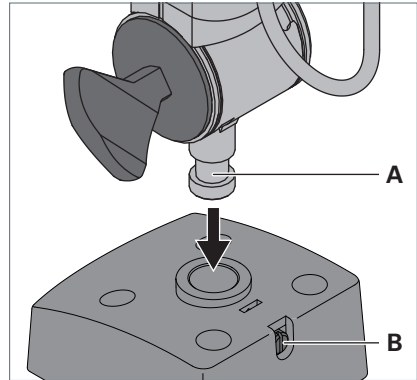

Fig. 2: Leuchte an Befestigungselement montieren.
- Stecken Sie den Zapfen **A** am Gestänge der Leuchte in die Öffnung des Befestigungselements, siehe Fig. 2.